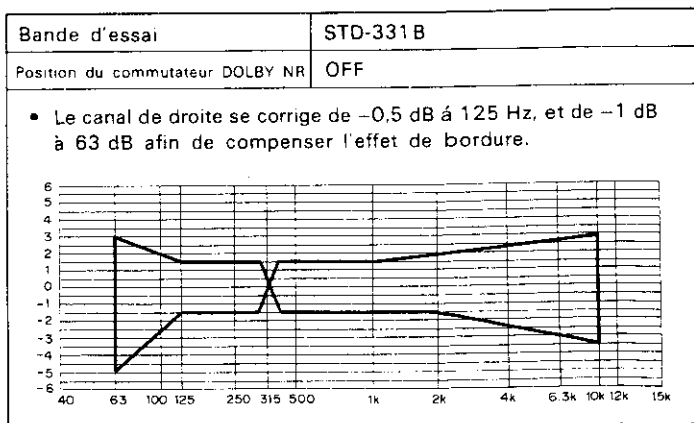

Fig. 12-5 Zone de tolérance de la réponse de fréquence de lecture
* Choisir la bande d'essai, régler le sélecteur de bande, brancher l'interrupteur de réduction de bruit Dolby et obtenir la zone de caractéristique de fréquence comme illustré en Fig. 12-5 et 12-8.